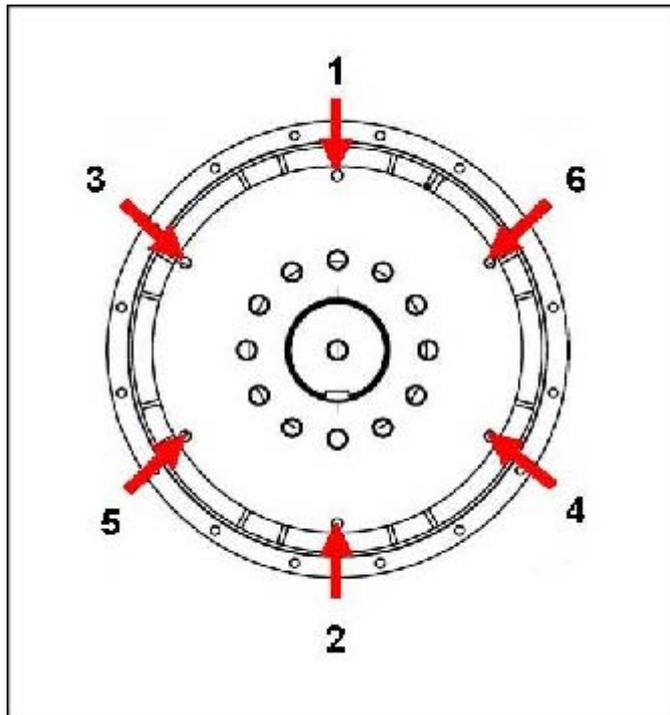

ABBILDUNG 19. REIHENFOLGE DER BEFESTIGUNG AN SCHWUNGRAD
10. Kupplungsbefestigungsschrauben am Schwungrad in der Reihenfolge festziehen wie dargestellt in. Abbildung 19 auf Seite 41